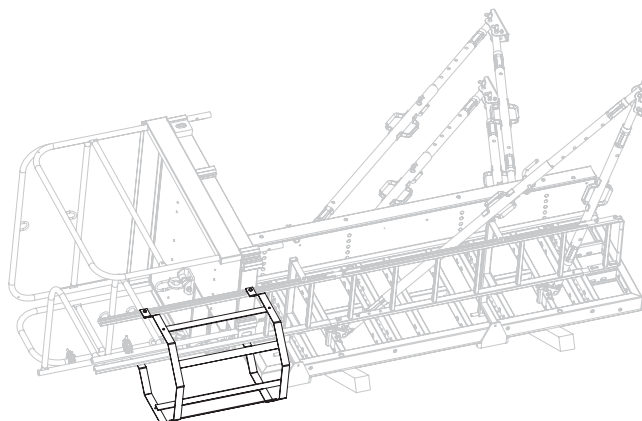

Fig. A3.08
4. Fissare la protezione posteriore 75 o 150 (27, 28) come da progetto con le piastre di montaggio. A seconda della situazione, fissare „attraverso i giunti della scala.“ (Fig. A3.08) Distanza tra gli elementi della protezione posteriore  $\leq 30$  cm.